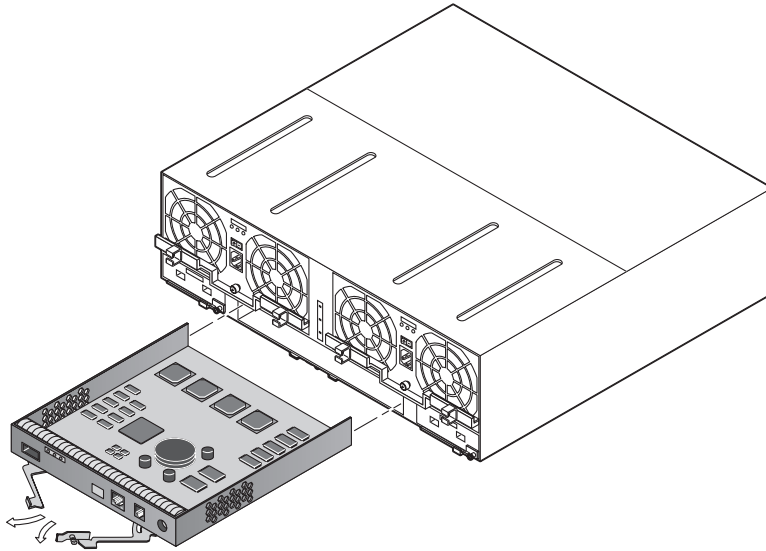

图 6-15 拆卸控制器卡
6. 拉动卡锁手柄，使控制器卡从连接器中松开，然后将其从阵列中卸下（图 6-15）。